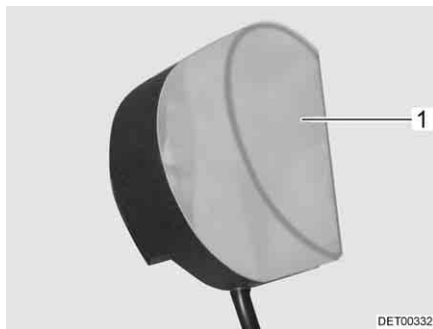

Bild 248 Klädskåpslampa
- Tryck ihop lampkåpan (Bild 248,1) lätt och tag av den.